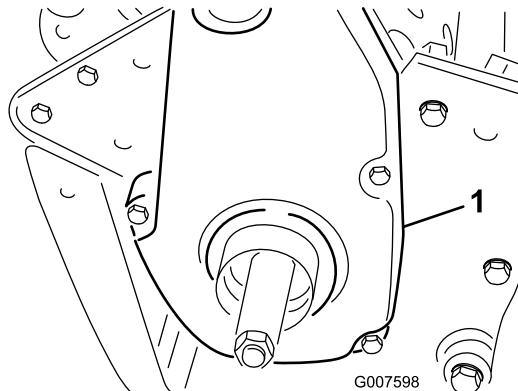

Figura 50
6. Retire la cubierta de la correa trasera del lado derecho de la máquina (Figura 50).